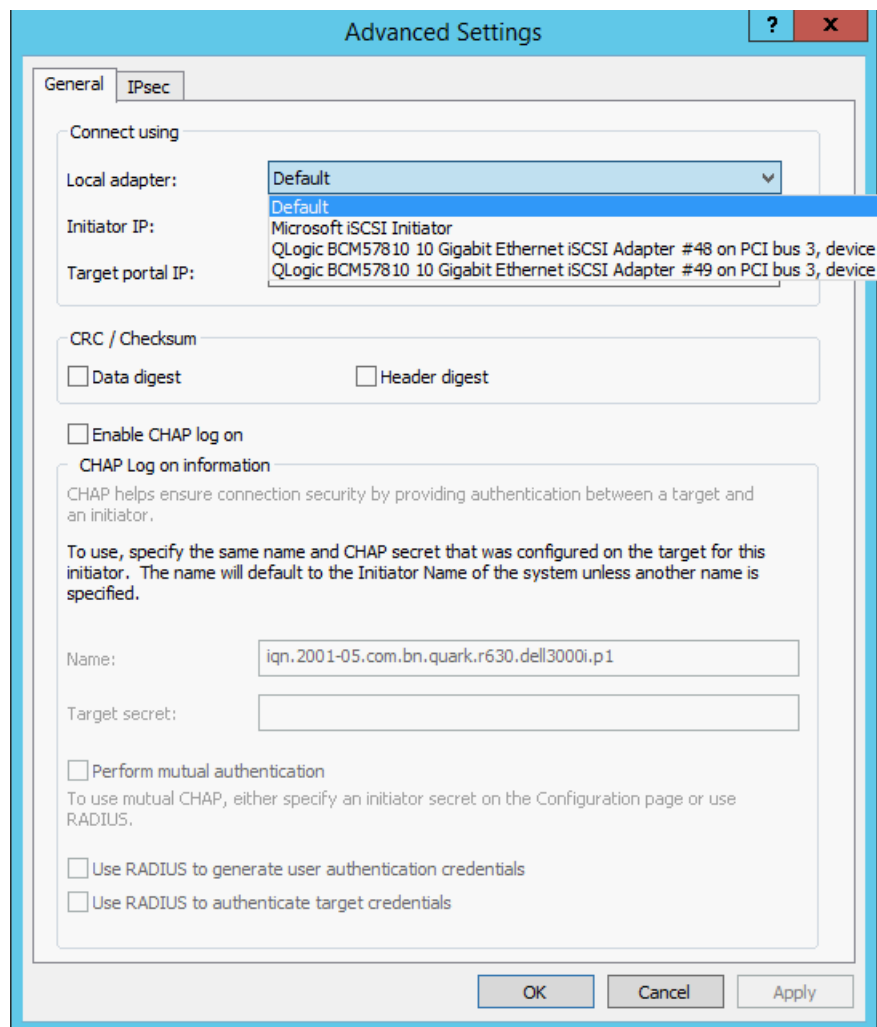

Ilustración 10-15. Configuración avanzada: Página General, Adaptador local
11. En el cuadro de diálogo Advanced Settings (Configuración avanzada), página General, seleccione los adaptadores iSCSI C-NIC Marvell BCM57xx y BCM57xxx como el **Local adapter** (Adaptador local) y, a continuación, haga clic en **OK** (Aceptar). La Ilustración 10-15 muestra un ejemplo.